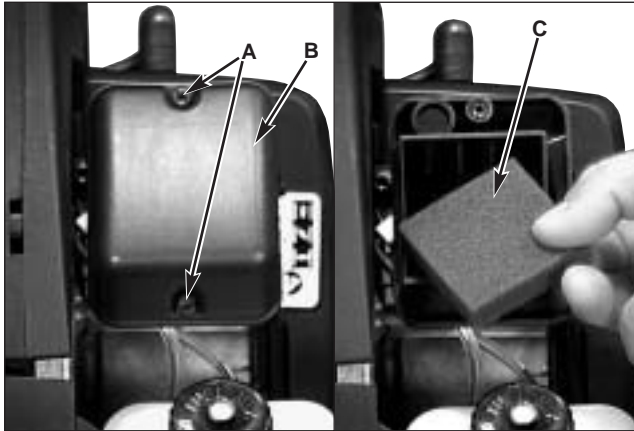

Fig. 8-1
1. Remove 2 screws (A) holding air filter cover in place, remove cover (B) and lift filter (C) from air box (Figure 8-1).
1. Retirer les deux vis (A) de fixation du couvercle du filtre à air, retirer le couvercle (B) et retirer le filtre (C) du boîtier (Figure 8-1).